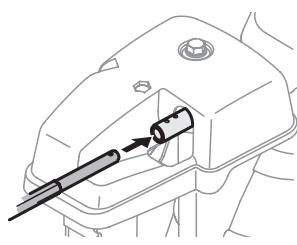

Figura 2-24
- Inserte la varilla de control del canal dentro del cabezal de control del canal. Empuje la varilla tan lejos dentro del cabezal de control del canal como sea posible, manteniendo los orificios en la varilla orientados hacia arriba. Consulte Figura 2-24.